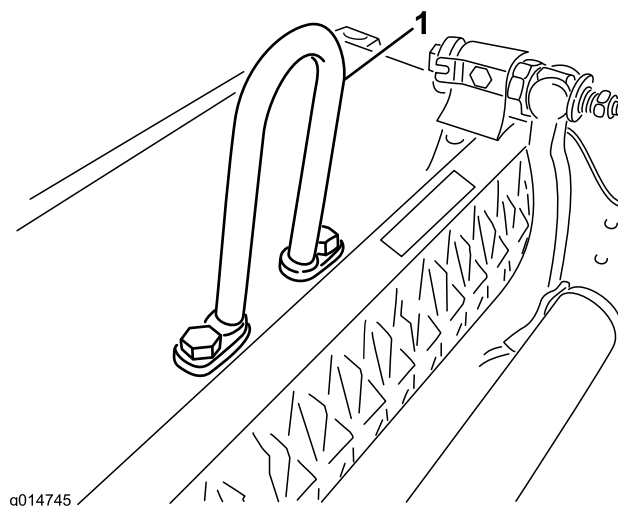

Figura 3
Montate il tirante ad anello sulla parte superiore dell'apparato di taglio con (2) viti a testa cilindrica. Serrate le viti a testa cilindrica a una coppia di 34-40 Nm (Figura 3).